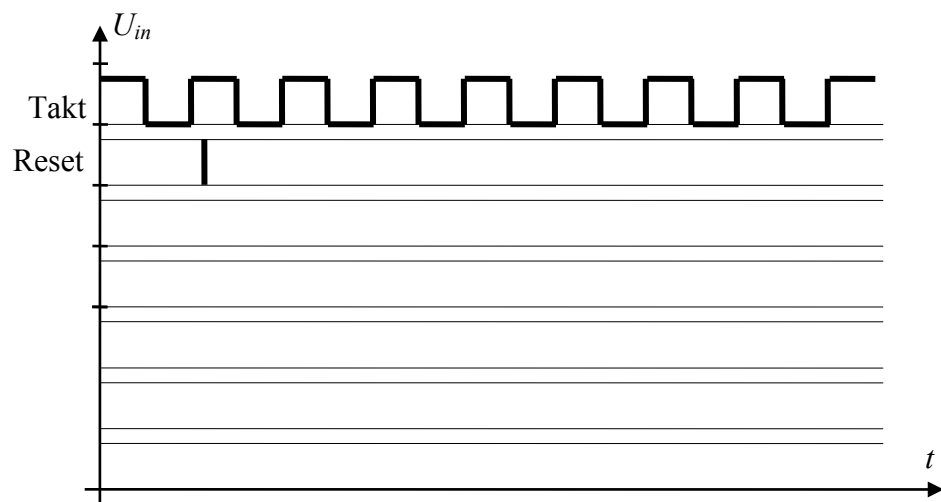

Abbildung 4.1
- (f) Tragen Sie den Ablauf der aller Zustandssignale (State plus zugehöriger Next-State, Darstellung als Bus) in Abbildung 4.1 ein! Ergänzen Sie weiters den Zeitverlauf am Ausgang ! Nehmen Sie an, der Reset sei bis zum Zeitpunkt der eingetragenen Flanke aktiv und wird dann inaktiv.